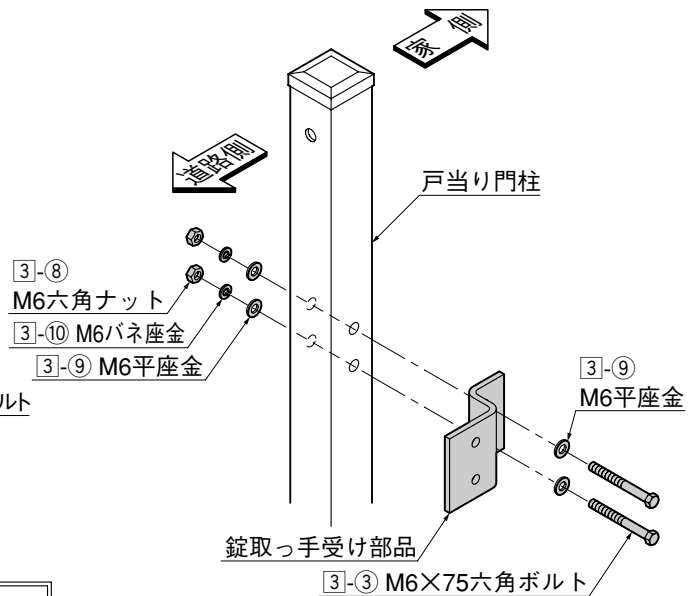

図3-1
- 錠取っ手受け部品は短い方を門柱に取付けます。(図3-1参照)